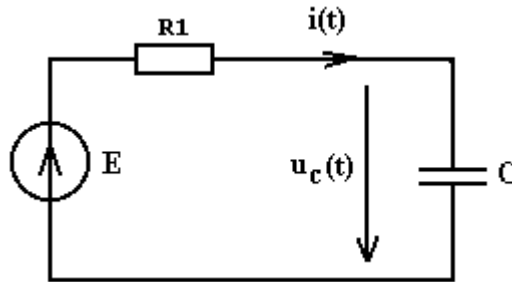

Рисунок 3.6
6. Переходное напряжение определим, используя второй закон Кирхгофа для цепи (рисунок 3.6)